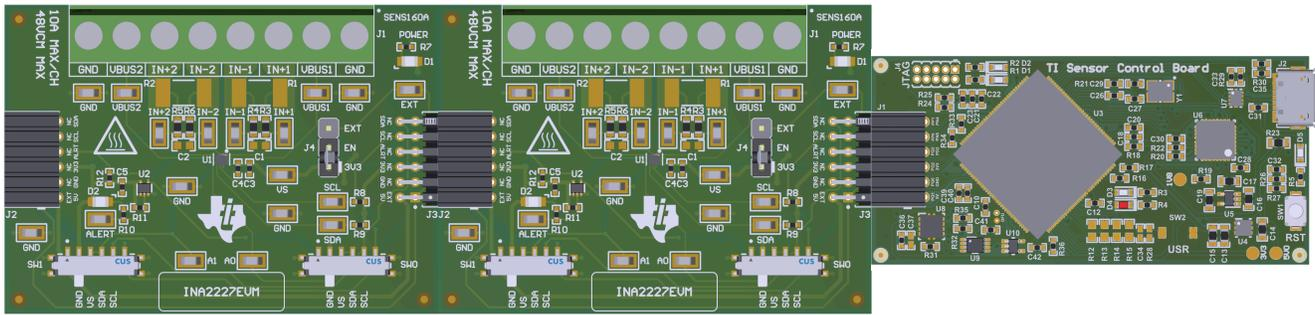

図 2-2. SCB コントローラに接続された複数の評価基板
- a. 同じタイプの複数の評価基板を相互に接続する場合は、図 2-2 を参照してください。
複数の評価基板を使用する場合は、図 2-2 に示すように接続します。デバイスごとに異なるアドレスを使用していることを確認してください。この GUI は一度に 1 つの評価基板およびデバイスのタイプのみをサポートし、最大で合計 4 つの評価基板をサポートします。